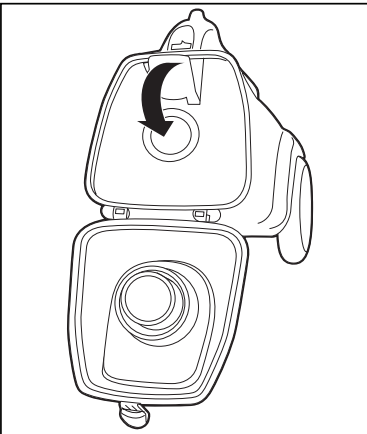

Fig. 11
**Étape 3 :** Repliez le **VOLET DE FERMETURE DE SAC** et poussez derrière le joint en caoutchouc (Fig. 11).